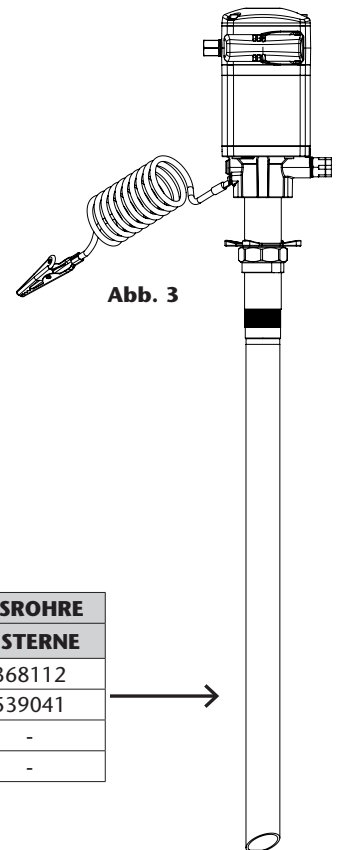

Abb. 3
- Einstellbare Montage auf Fass oder Tank mit Adapter (360001). Schrauben Sie das entsprechende Verlängerungsrohr auf die Pumpe (siehe Abb. 3). Schrauben Sie die Mutter des verstellbaren Adapters auf den Fass-/Tankdeckel. Führen Sie das Rohr durch die Mutter und fixieren Sie es mit dem Stern in der gewünschten Höhe.